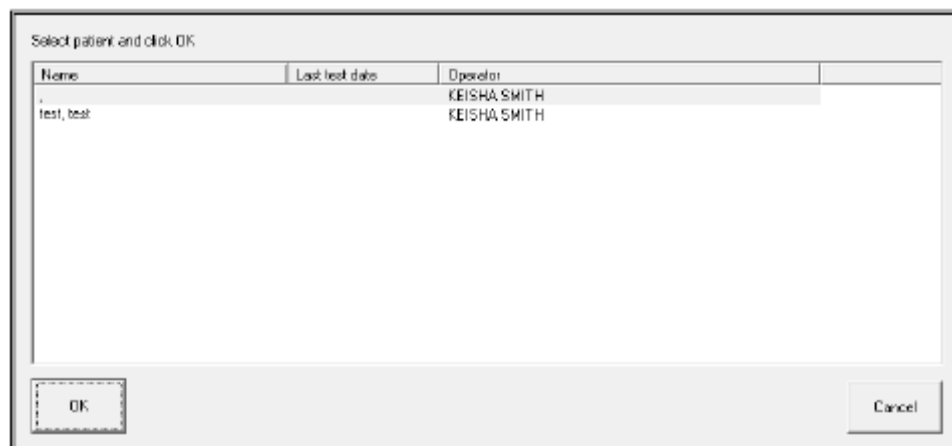

Figura 108: Tela Selecionar Paciente Enfant®
2. Clique duas vezes no nome do paciente para selecionar e editar as informações existentes do paciente (Figura 108).